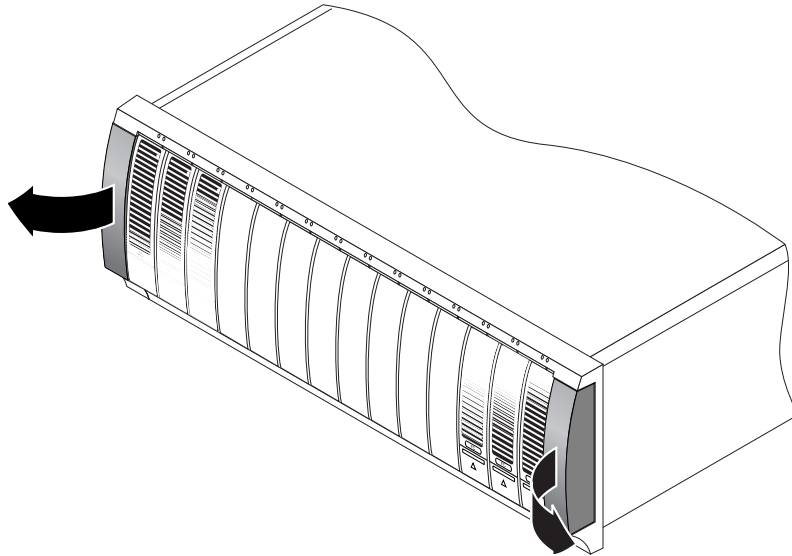

FIGURE 2-8 Retrait des capuchons du boîtier
1. Désenclenchez et retirez les capuchons gauche et droite du boîtier pour dégager l'accès aux trous de montage des vis (FIGURE 2-8).